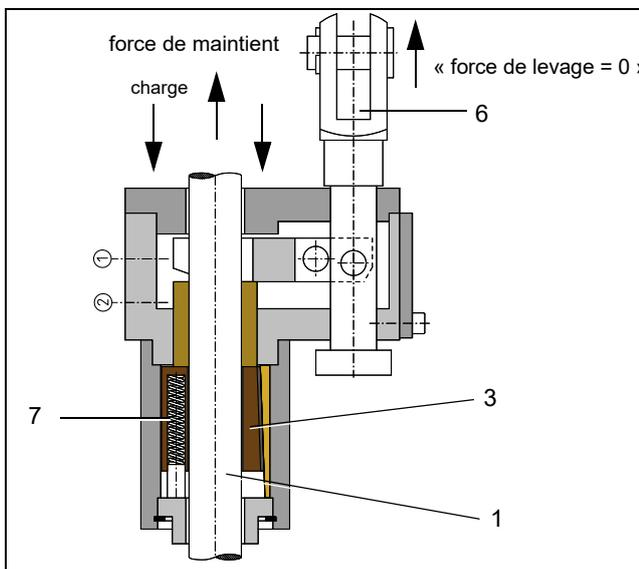
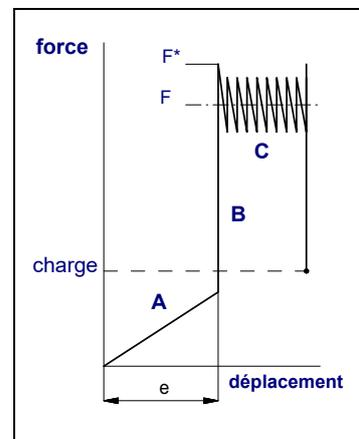

Fig. 3: Etat du dispositif antichute PARA série KRM après course de serrage
Fig. 4: Représentation schématique du diagramme Force-Déplacement
Dès lors, les mâchoires d'arrêt (3), Fig. 3 serrent la tige (1), Fig. 3 sous la poussée des ressorts (7), Fig. 3, évitant ainsi la chute intempestive de la charge.
Or, la force de serrage n'est générée et s'intensifie que lorsque la tige se déplace sous l'effet de la charge. En phase (A) du diagramme Force-Déplacement, Fig. 4, l'effet du frottement statique s'intensifie automatiquement au niveau de la tige et déplace les mâchoires d'arrêt (3), Fig. 3 d'environ 5 à 15 mm selon les modèles (course d'accrochage e, Fig. 4), pour se mettre enfin en position de serrage sur la butée.
Cette limite dépassée (phase C, Fig. 4), le dispositif freine la tige de nouveau en mouvement par une force moyenne de freinage dynamique F (force de maintien, Fig. 4), éliminant ainsi p.ex. l'énergie cinétique de la charge tombante.
Le desserrage du serrage se fait par la remontée de la tige qui doit parcourir la course d'accrochage e, Fig. 4 sous une force de levage équivalente à celle de la charge, ce qui n'est rendu possible, qu'avec un système de levage totalement réparés. Une force accrue pour le dégagement n'est pas requise.